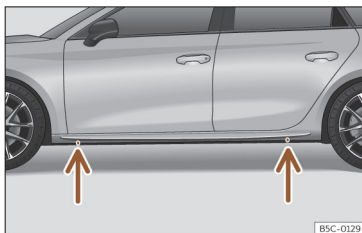

Fig. 43 Puntos de apoyo del gato.
- Busque en el larguero la marca del punto de apoyo del gato (zona hundida) más cercano a la rueda a cambiar >>> fig. 43.